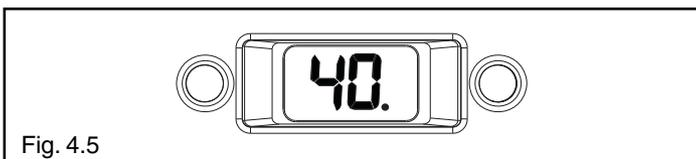

Fig. 4.5
**ESTATE** (☀️): con il selettore in questa posizione si attiva la funzione tradizionale di solo acqua calda sanitaria. Il display visualizza alternativamente la temperatura acqua sanitaria seguita da un punto (fig. 4.5) e lo stato della funzione preriscaldamento (P0 non attiva, P1 attiva - fig. 4.6).
**INVERNO** (❄️): con il selettore in questa posizione si attivano le funzioni di riscaldamento e acqua calda sanitaria. Il display visualizza la temperatura di mandata dell'acqua riscaldamento (fig. 4.7) e dell'acqua sanitaria in base alla richiesta in corso (fig. 4.5) alternativamente allo stato del preriscaldamento (P0 non attivo, P1 attivo).